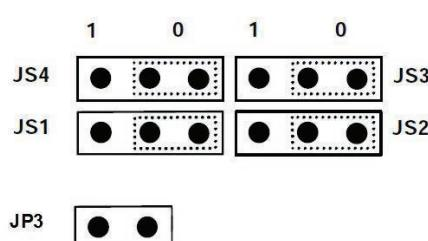

Рис. 20. Перемычки
**P5:** с помощью этого потенциометра можно установить время антитактового режима от 30 до 180 секунд. (проверьте положение перемычки JS3, см. рис. 20)